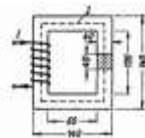

Рисунок 6 –
- 2 Замкнутая магнитная цепь (рисунок 6) выполнена из пластин трансформаторной стали. Сколько витков должна иметь катушка с током  $0,5 \text{ А}$ , чтобы создать в сердечнике магнитный поток  $0,0016 \text{ Вб}$ ?